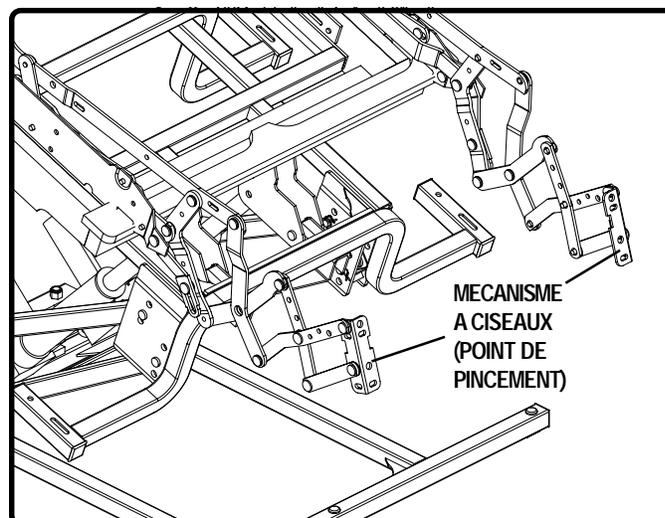

Figure 3.3 Mécanisme à ciseaux
**Scisseaux du mécanisme:** S'allongent ou se rétractent lors du changement de positions (Fig. 3.3).